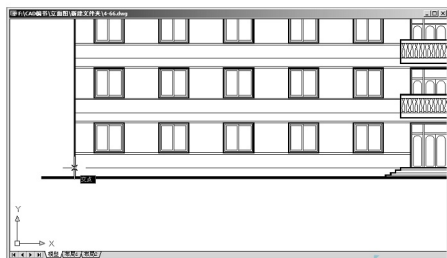

图 4.74 选择图案填充的新原点
⑤ 单击【单击以设置新原点】按钮, 在指定原点: 提示下, 选择勒脚线的左端点为图案填充的新原点, 如图 4.74 所示。